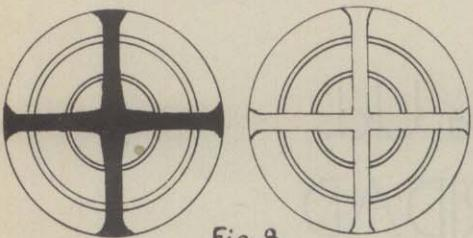

Fig. 8
- a) si aparece un conjunto de anillos coloreados concéntricos, atravesados por una cruz negra que al girar el analizador está substituida por otra cruz blanca; entonces el mineral es monóxico y la lámina está cortada perpendicularmente al eje óptico (cristales del sistema cuadrático y exagonal) (fig. 8).